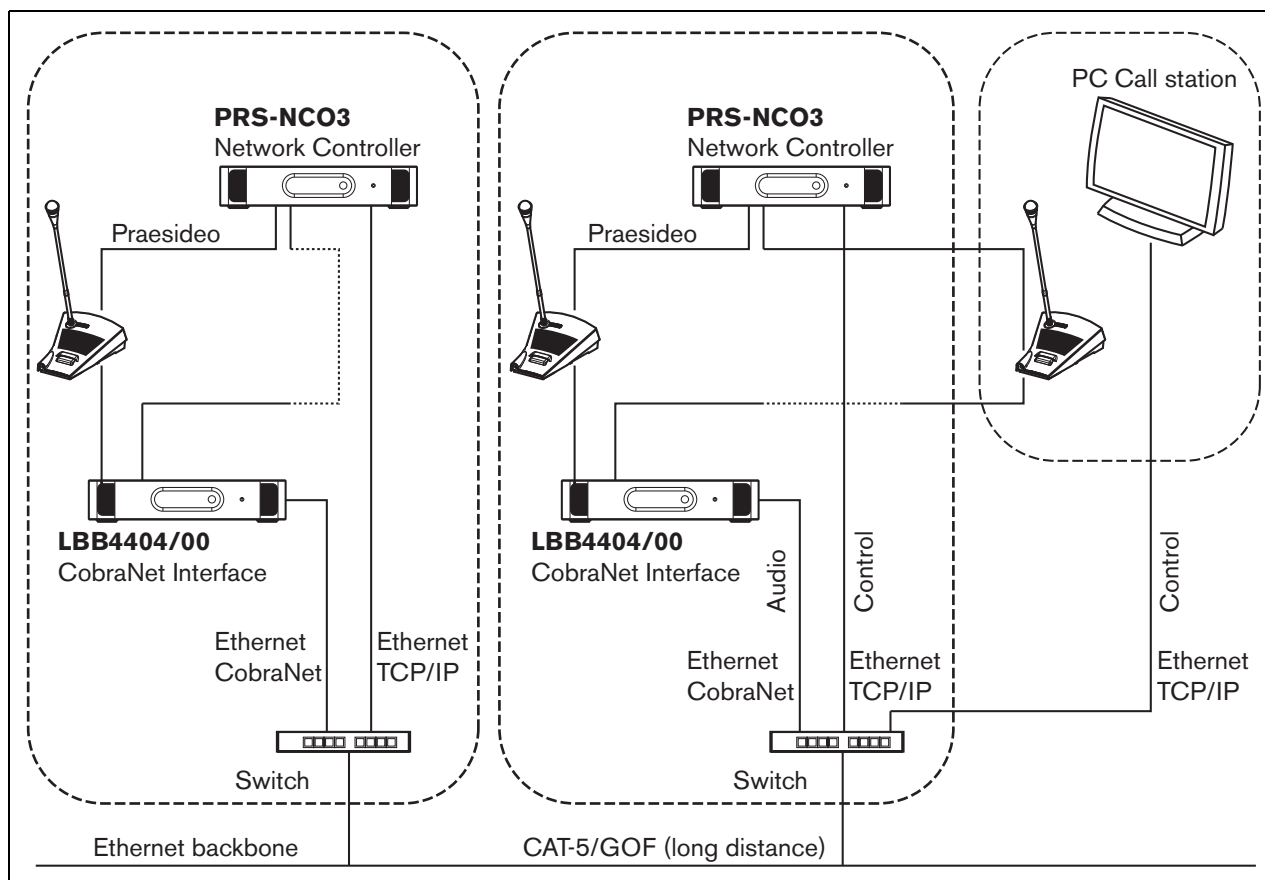

figura 33.4: Sistemi di collegamento
- Collegare i sistemi Praesideo (vedere figura 33.4 per un esempio).